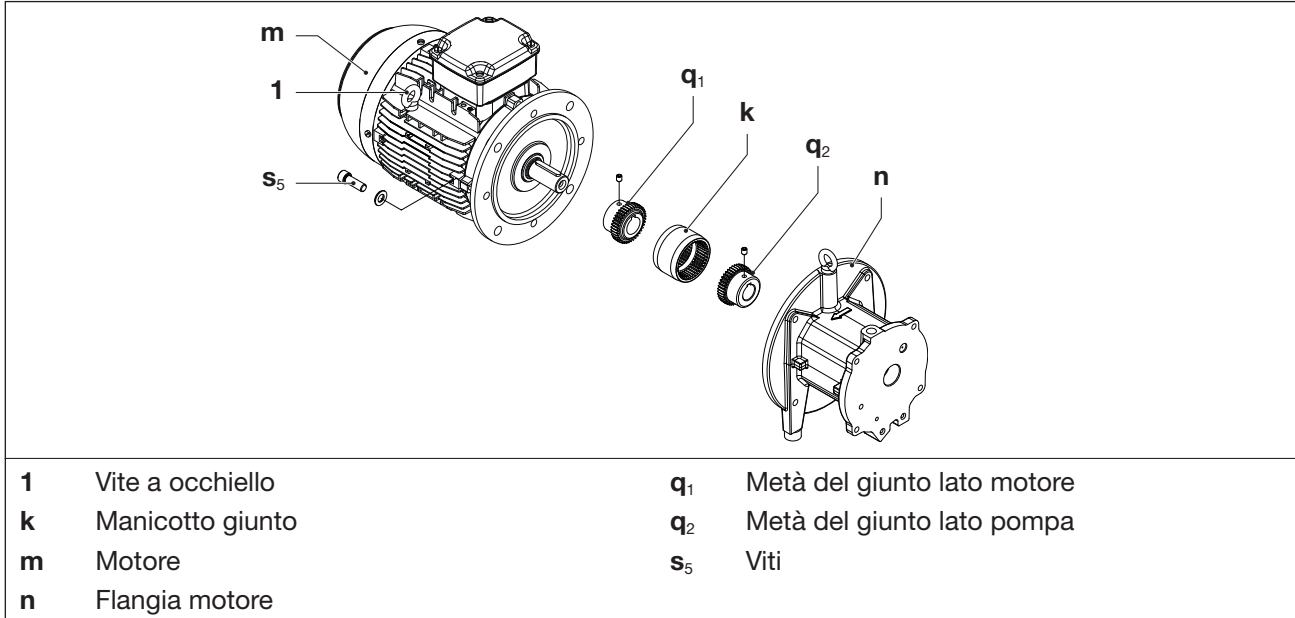

Fig. 10 Giunto
Il manicotto del giunto (Fig. 10/k) è soggetto a usura e deve essere controllato regolarmente (almeno 1 x anno).
- b) Serrare saldamente la vite a occhiello sul motore(Fig. 10/1).
- d) Allentare le viti (Fig. 10/s₅) della flangia motore (Fig. 10/n).
- e) Rimuovere il motore e la metà del giunto lato motore (Fig. 10/q₁) dalla flangia (Fig. 10/n) in senso assiale e sollevarlo con sollevatore.
- f) Controllare che il manicotto (Fig. 10/k) non sia danneggiato e non sia usurato e, se necessario, sostituirlo.
- g) Far scorrere il manicotto e il motore con la metà del giunto lato motore in senso assiale e fissarlo alla flangia del motore (Fig. 10/s₅) con le viti (Fig. 10/n). Coppia: 90 Nm